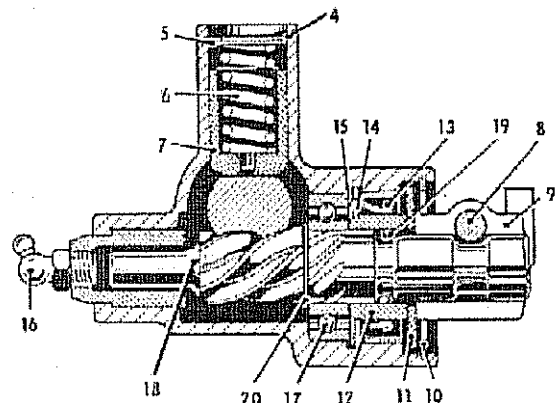

Fig. 308
Colocar el engrasador en el buje del lado inferior del piñón (16, Fig. 308).
Colocar la arandela de goma (19) en el rebaje del piñón (Fig. 308).